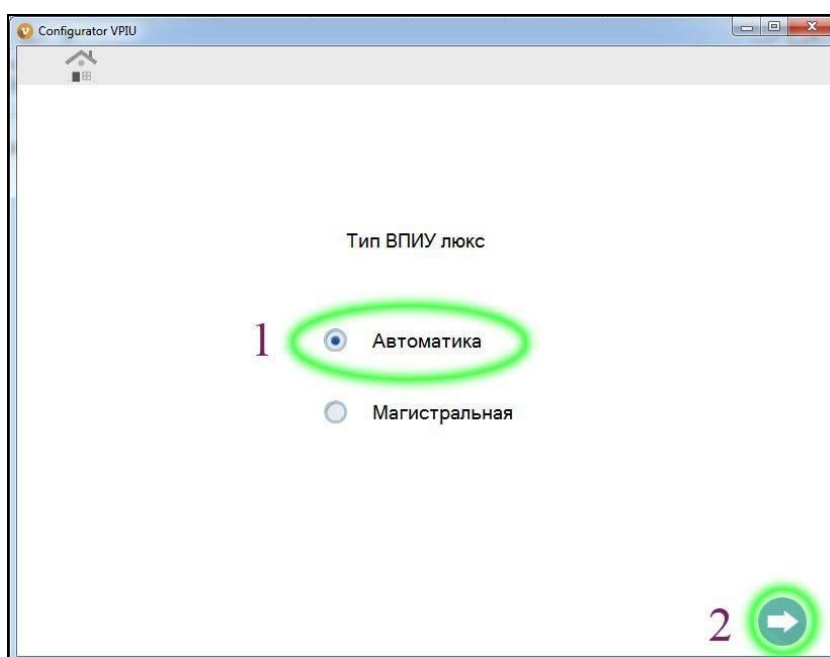

Рис. 26 Скриншот действий по выбору ВПИУ-А
- 5) В окне программы выбрать тип ВПИУ люкс - «Автоматика» и нажать кнопку «2» (см. рисунок 26);